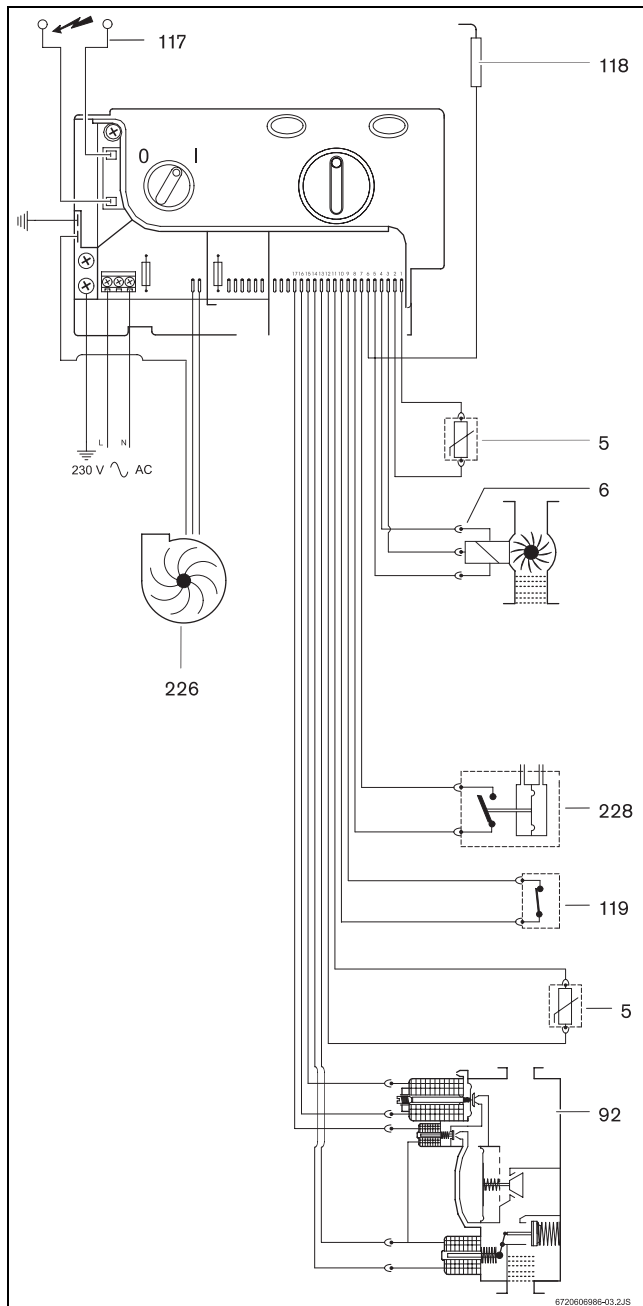

Fig. 3 Schéma électrique
- contrôle de la flamme par l'électrode d'ionisation (→Fig. 3, [118]).